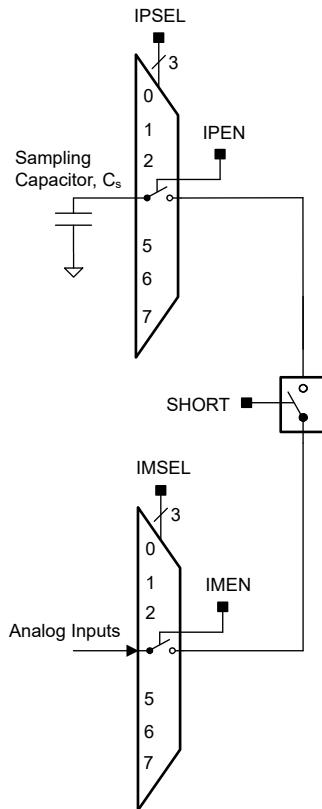

图 6-7. 比较器短路开关
如图 6-7 所示，所需的采样时间与采样电容 (CS) 的大小、与短路开关串联的输入开关电阻 (RI)，以及外部信号源的电阻 (RS) 成比例。采样电容 CS 必须大于 100pF。为采样电容 CS 充电的时间常数 Tau 可以使用方程式 2 来计算得出